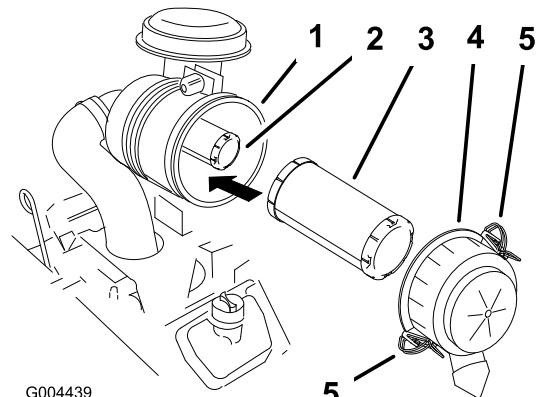

Figure 27
dans le moteur et l'endommagent. Ouvrez les dispositifs de verrouillage du filtre à air et enlevez le couvercle du corps du filtre (Figure 27).
4. Nettoyez l'intérieur du couvercle à l'air comprimé (Figure 27).
5. Sortez l'élément principal du corps du filtre avec précaution (Figure 27). Évitez de cogner l'élément à l'intérieur du corps.
1. Si vous montez des éléments filtrants neufs, vérifiez qu'ils n'ont pas souffert pendant le transport. N'utilisez pas les éléments s'ils sont endommagés. (Figure 27).
2. Si vous remplacez l'élément de sécurité, insérez-le avec précaution dans le corps du filtre (Figure 27).
3. Placez ensuite l'élément principal sur l'élément de sécurité avec le même soin (Figure 27). Assurez-vous qu'il est bien engagé en appuyant sur le rebord extérieur.
4. Reposez le couvercle du filtre à air, le côté portant l'inscription **UP** en haut, et fermez les dispositifs de verrouillage (Figure 27).